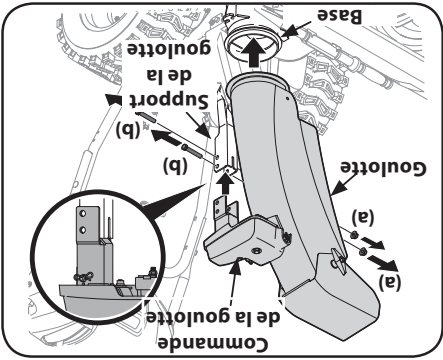

Figure 2-36
1. Retirez les contre-écrous et les vis hex. qui se trouvent sur le support de la goulotte. (deux clés sont nécessaires pour cette étape). Voir la Figure 2-36.